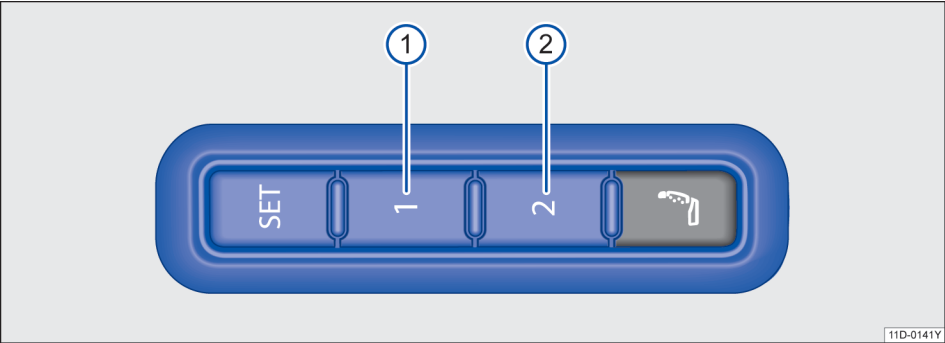

图 63 记忆位置图示
- 按压按钮→图 63。
- 在 10 秒钟内按压需要设置的记忆按钮① 或 ②。一个声音信号确认存储于该记忆按钮的位置设置成功。